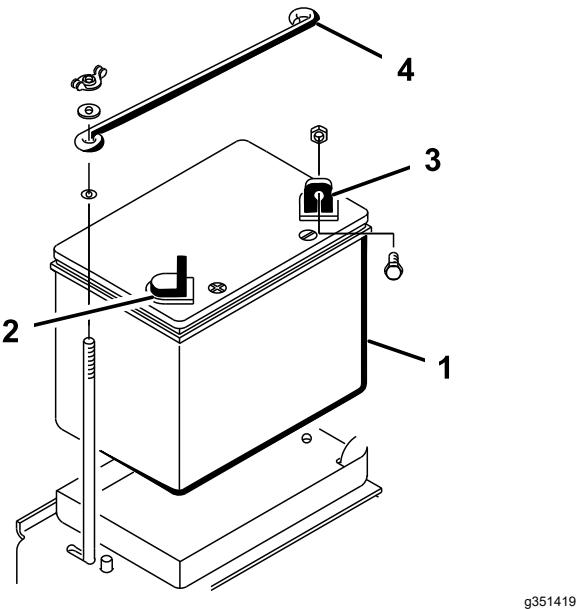

Figura 5
- Coloque a bateria no lugar no tabuleiro atrás da roda direita, com o terminal negativo voltado para a parte de trás da máquina (Figura 5).